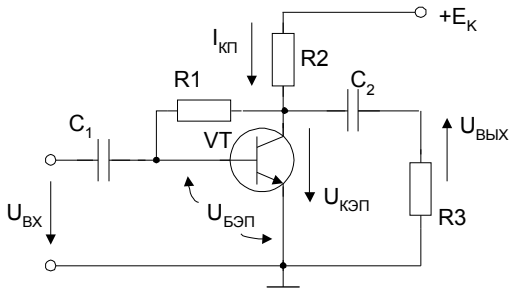

Рис. 5
Пример. Вычислить сопротивление R_1 в усилителе по схеме рис. 5, если напряжение питания равно 15 В, напряжение между базой и эмиттером $U_{бэ} = 0,6$ В, ток коллектора $I_{к0} = 10$ мА, коэффициент передачи тока транзистора $h_{21Э} = 50$, сопротивление $R_2 = 1$ кОм.
3.1. Пояснить механизм работы термостабилизации в усилителе с параллельной ООС по напряжению (рис. 5 - цепь R_1R_2) (Как изменение температуры влияет на выходной ток?). Каковы преимущества и недостатки данной схемы.
3.16. Вычислить напряжение питания E_K в усилителе по схеме рис. 5, если напряжение между коллектором и эмиттером транзистора равно 9,3 В, напряжение между базой и эмиттером $U_{\delta\epsilon} = 0,6$ В, статический коэффициент передачи тока $h_{21\epsilon} = 50$ и сопротивления $R_1 = 100$ кОм, $R_2 = 1$ кОм.